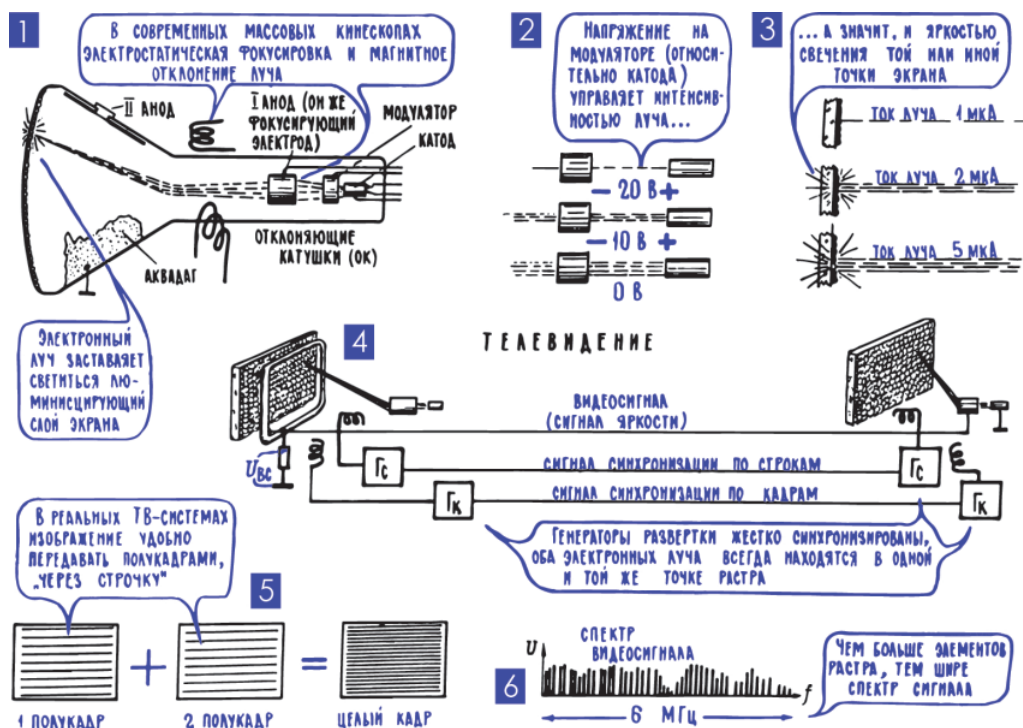

Рис. 13.8. Приемная телевизионная трубка – кинескоп
Для создания световой копии картинки используются особые вещества – люминофоры, которые светятся под действием электронной бомбардировки. Яркость такого свечения тем больше, чем выше энергия электронов и чем больше их попадает в люминофор за единицу времени. То есть если направить на люминофорную точку электронный луч, то можно менять ее яркость, изменяя ток луча (рис. 13.8; 2, 3). Ну, а дальше уже, как говорят шахматисты, дело техники. Создается электронно-лучевая трубка с люминофорным экраном – кинескоп (рис. 13.8; 1). На этот экран направляют острый электронный луч и заставляют его прочерчивать строку за строкой, двигаясь синхронно и синфазно с лучом иконоскопа. Одновременно меняют ток луча в кинескопе в соответствии с информацией, поступившей от иконоскопа (рис. 13.8; 4). В тот момент, когда луч иконоскопа считывает информацию с сильно освещенного участка фотокатода и по нагрузке  $R_n$  идет сравнительно большой ток, растет напряжение  $U_{вс}$ , которое «плюсом» подается на модулятор кинескопа (рис. 13.8; 4) и уменьшает действующий там «минус» смещения (часто видеосигнал  $U_{вс}$  подается на катод кинескопа, что также меняет напряжение между модулятором и катодом). При этом увеличивается ток луча в кинескопе, и на его экране появляется яркая точка. А поскольку оба луча – в иконоскопе и в кинескопе – всегда находятся в одних и тех же точках раstra, то картинка на люминофорном экране кинескопа оказывается точной копией картинка на фотокатоде иконоскопа.
В устройстве кинескопа (рис. 13.8; 1) узнается много знакомых деталей. Катод, управляющий электрод (именно на него подается сигнал, который меняет ток луча, меняет яркость свечения точек экрана), ускоряющий электрод (первый анод), фокусирующий электрод, катушки вертикального и горизонтального отклонения луча (на них подаются отклоняющие пилообразные напряжения строчной и кадровой развертки). Роль второго, главного анода в кинескопе выполняет аквадаг4 – токопроводящее покрытие, нанесенное изнутри на стекло трубки, на второй анод подается очень высокое напряжение 15, иногда и 20 тысяч вольт. Эти цифры не требуют
Первичные электроны, то есть быстрые электроны самого луча, на второй анод не попадают – они ударяют в люминофорный экран, заставляют его светиться и при этом выбивают из экрана медленные вторичные электроны. Вот их-то и собирает второй анод (рис. 13.8; 1) и отправляет обратно к источнику высокого напряжения. Этот процесс имеет принципиальное значение; если бы не выбрасывание вторичных электронов, то на люминофорном экране накапливались бы электроны самого луча и через некоторое время у экрана был бы гигантский отрицательный заряд. Таким образом, в кинескопе так же, как и в иконоскопе, замкнутая электрическая цепь создается с участием вторичных электронов.
телевидении, для того чтобы уменьшить мелькания картинки, передаются не целые кадры, а полукадры, и сменяют они друг друга в два раза чаще. Сначала, например, передаются все четные строки (первый полукадр), потом все нечетные (второй полукадр), потом опять все четные (первый полукадр) и т. д.6 При этом число полных кадров остается таким же, как в кино (то есть 25 кадров в секунду), а картинка меняется в два раза чаще (50 раз в секунду), что как раз и уменьшает мелькания экрана (рис. 13.8; 5). Что же касается отделения четных строк от нечетных, поочередной передачи полукадров и точного размещения строк на экране, то подобные задачи в электронных схемах решаются не очень-то сложными методами.
В принципе, можно было бы передавать изображение с более высокой четкостью, чем это предусмотрено мировыми стандартами, телевизионная техника позволяет прочерчивать кадр тысячами и даже десятками тысяч строк. Однако повышение четкости, увеличение числа строк не достается даром, оно сопровождается расширением спектра телевизионного сигнала (рис. 13.8; 6).
**17. Телевизионные передачи могут вестись только на ультракоротких волнах.** В нашей системе передачи изображения передающая трубка и приемная пока связаны проводами (рис. 13.8; 4). По этим проводам идет то, что мы называем видеосигналом, – меняющийся ток (напряжение) с очень широким спектром, от постоянной составляющей до примерно 6 МГц. Такую систему можно сравнить с передачей электрической копии звука по телефонным проводам (гл. 8; 5). А чтобы передавать телевидение без проводов, нужен еще канал радиосвязи – передатчик с антенной, излучающей радиоволны, и приемник, улавливающий эти радиоволны и вновь превращающий их в электрический сигнал (гл. 13; 5).